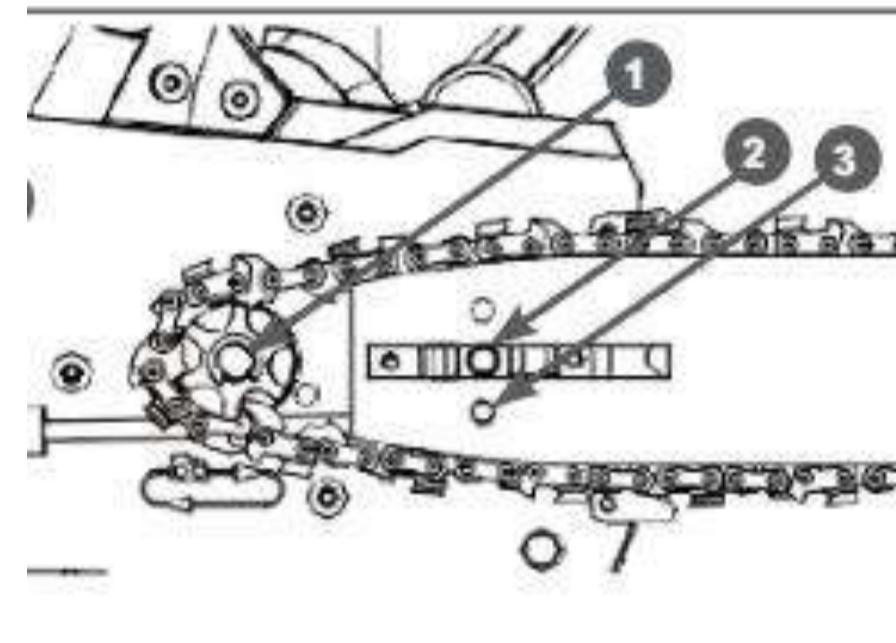

Рис. 5
3. Рис.5 наденьте пильную цепь на звездочку п.1, одновременно надев шину на шпильку п.2 шины (совместив паз шины и шпильку, а также палец натяжения цепи п.3 с отверстием для пальца в основании шины).
6. Поворачивайте гайку-барашек (Рис.1 п.10), чтобы отрегулировать положение цепи, пока она не войдет в направляющую шину (Рис.5). От правильного натяжения цепи зависит эффективность пиления, а также срок службы ведущей звездочки, пильной цепи и направляющей шины. Натяжение цепи должно проверяться перед началом и в процессе работы.